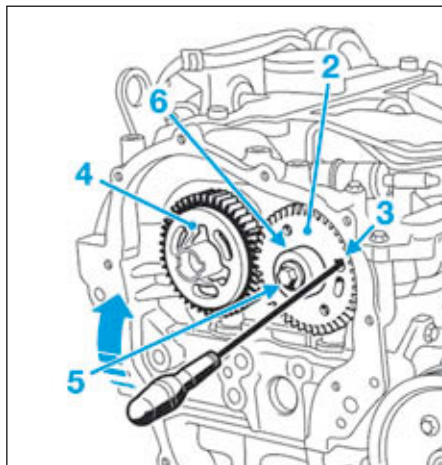

FIG.108
- Déposer les goupilles (3) (Fig.108) du radiateur de refroidissement.